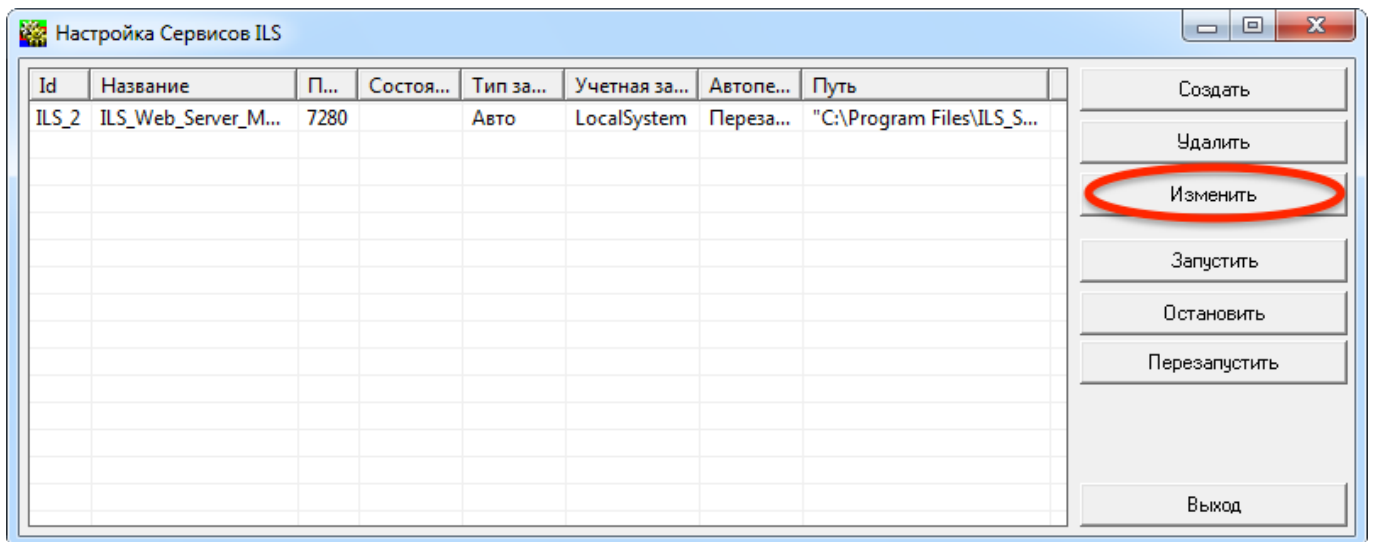

Рис. 4-11 – Окно настройки сервисов
2) В открывшемся окне «Настройка сервисов ILS» (рис. 4-11) выбрать строку «ILS\_Web\_Server\_Monitoring...» и дважды щелкнуть по ней мышью или нажать кнопку «Изменить».
5) В окне «Настройка сервисов ILS» (рис. 4-11) нажать кнопку «Запустить» для запуска сервиса.